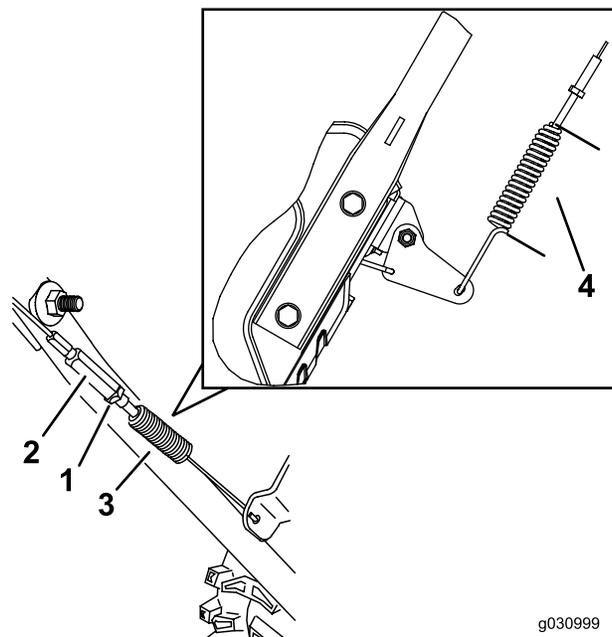

Рисунок 27
- Ослабьте натяжение или подтяните винтовую стяжку, чтобы отрегулировать длину пружины на 5,5 см, как показано на Рисунок 27.
- Затяните контргайку (Рисунок 27), убедившись в том, что имеется небольшое натяжение тросика.